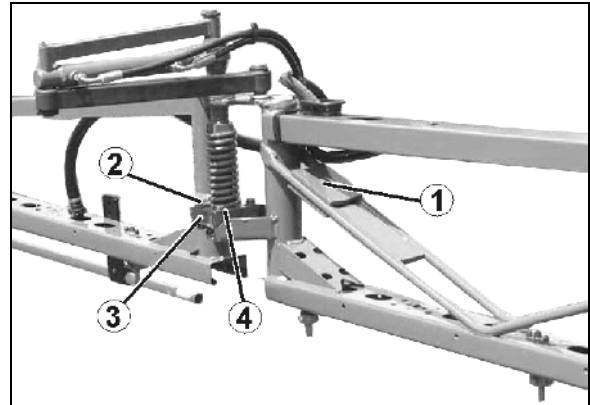

Fig. 178
1. Kontermutter der Einstellschraube (Fig. 178/1) lösen.